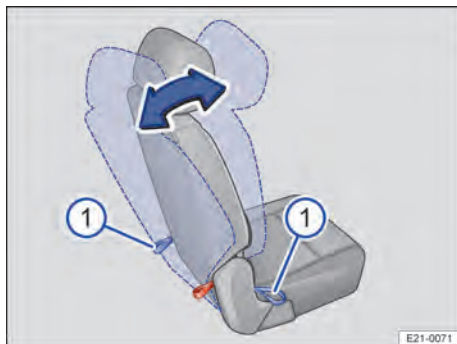

Fig. 68 Deuxième rangée de sièges : réglage de l'inclinaison du dossier
1. Appuyez avec une main sur le dossier du siège et tirez l'une des dragonnes correspondantes situées derrière le siège vers l'arrière ou sur le côté du siège vers l'avant avec l'autre main → fig. 68 ①.